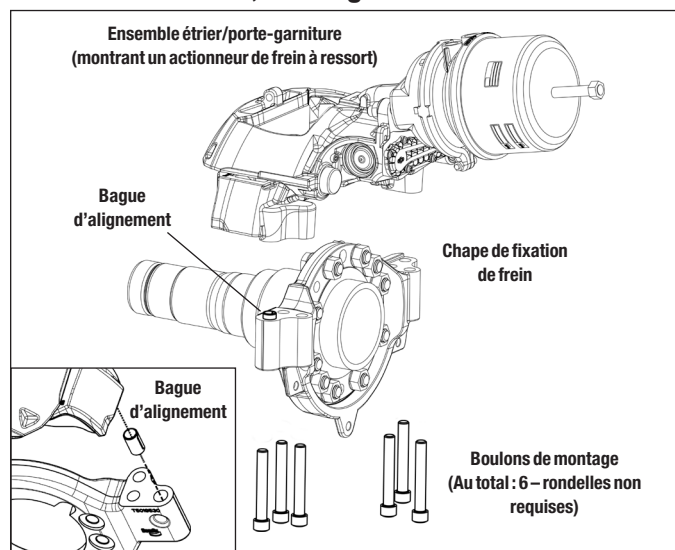

Figure 41 – Étrier/Porte-garniture, montage vertical
- 5.3.4 Cf. Figure 41. Supporter le frein à disque pneumatique avec l'appareillage nécessaire; enlever les six (6) boulons/rondelles de montage et les jeter. N. B. : Bendix préconise le remplacement de ces boulons lors du remontage – communiquer avec le constructeur du véhicule pour le matériel de recharge. Soulever l'étrier de la chape de fixation de frein.